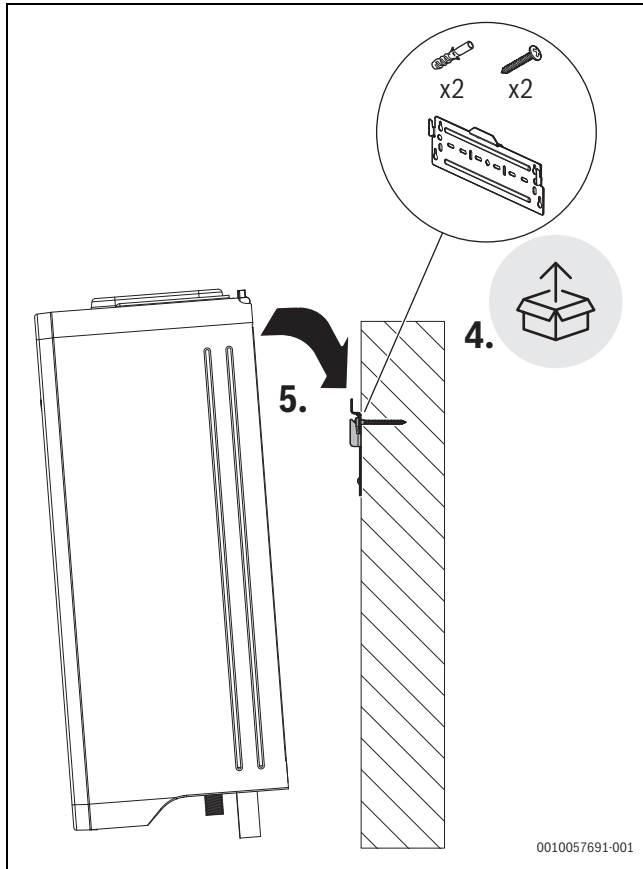

Fig. 10 Support mural
5. Accrocher l'appareil au support de montage (fig. 10).